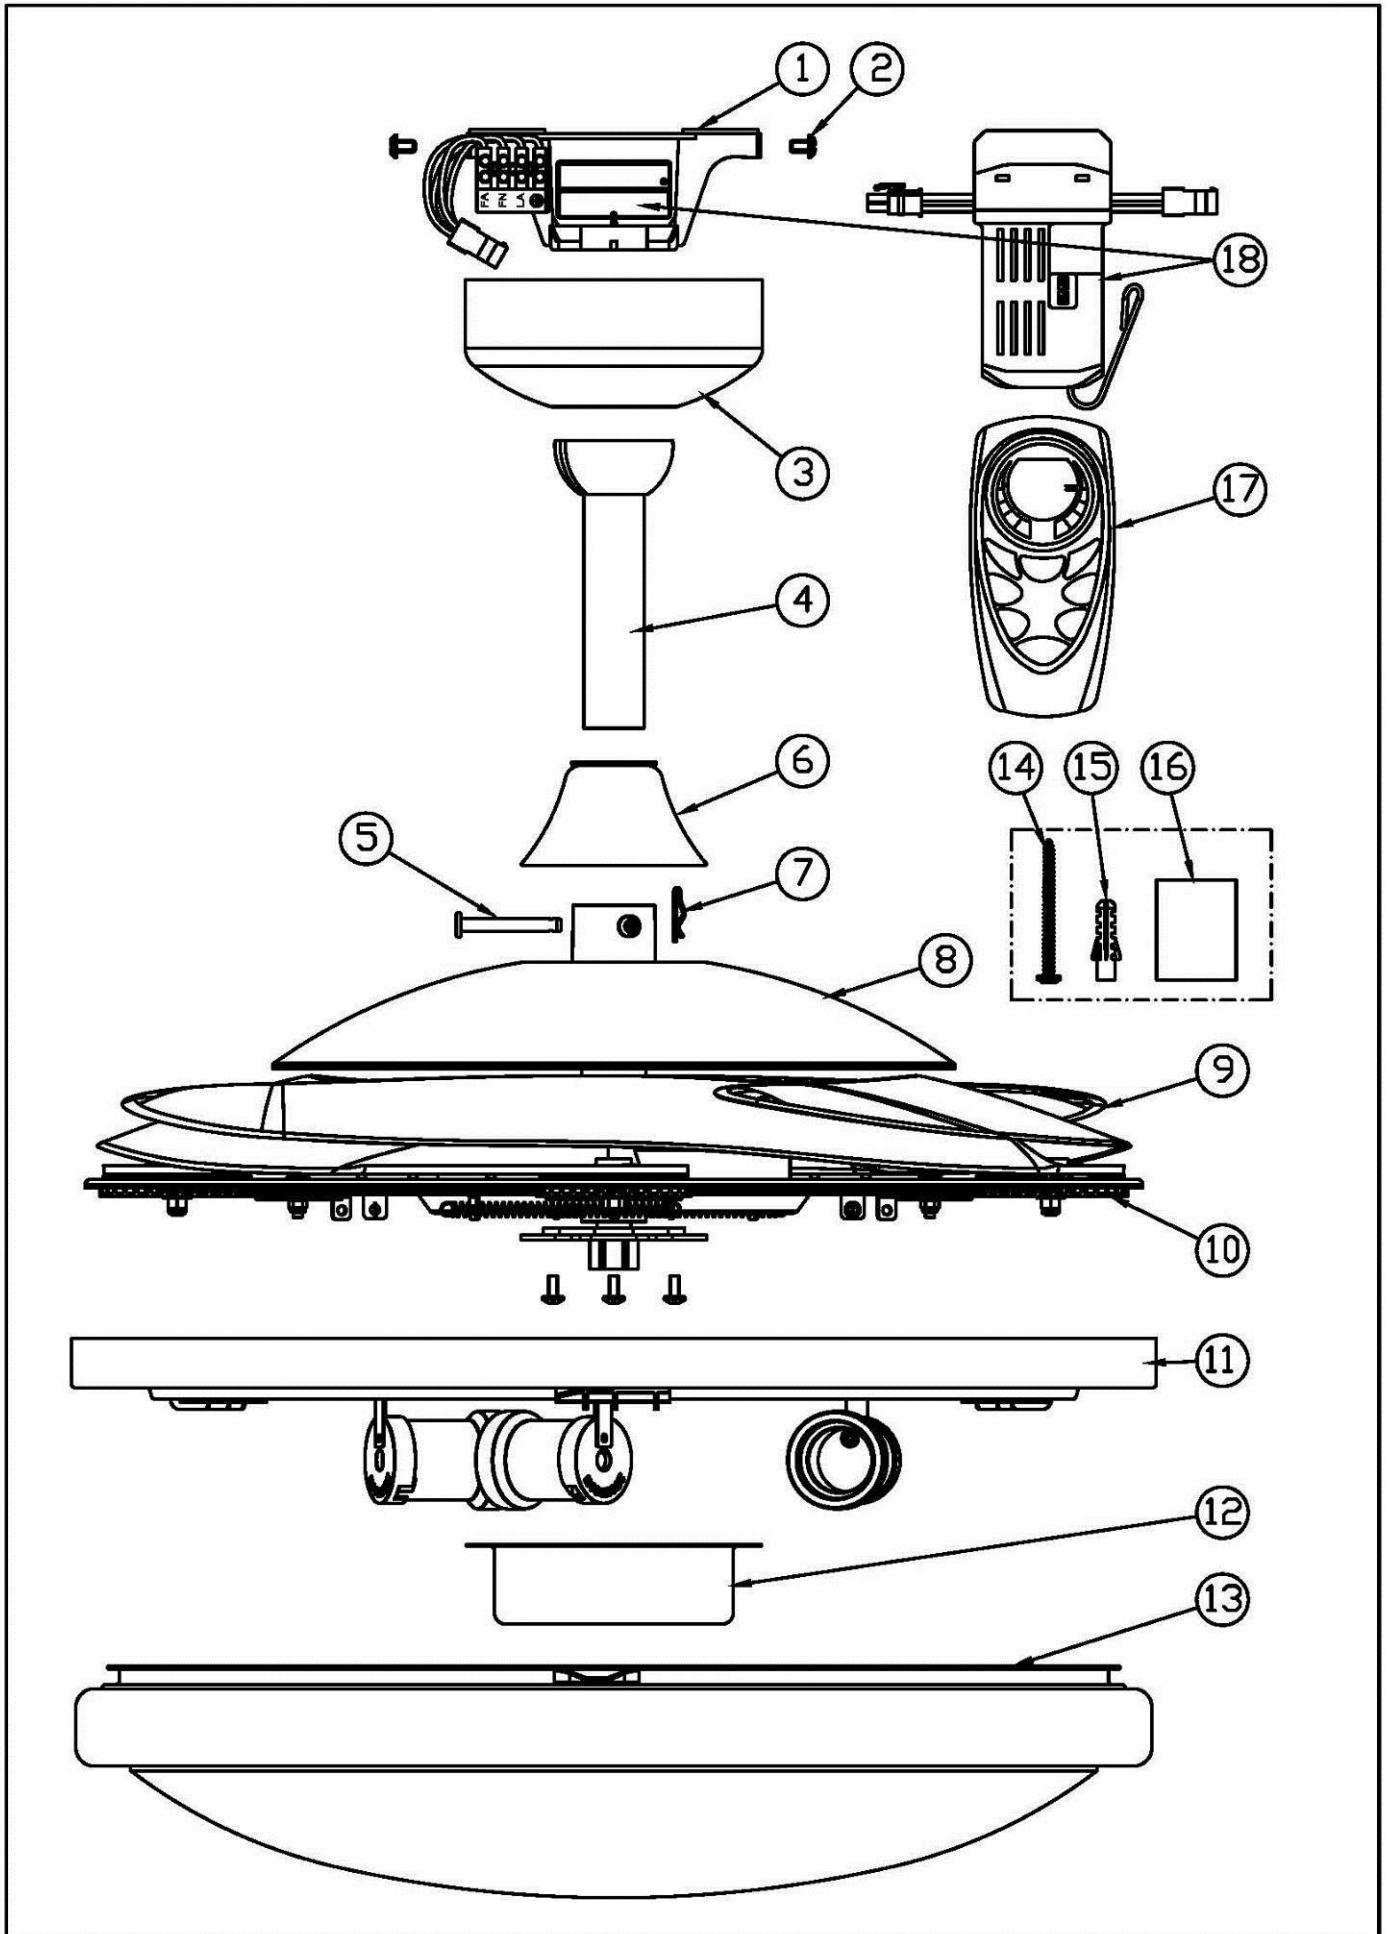

Abbildung 1
Packen Sie den Deckenventilator aus und verschaffen Sie sich einen Überblick über die Teile. Siehe **ABBILDUNG 1**.
- 1) Abdeckung zur Decke (Nr. 3 – Abbildung 1) durch Lockerung der 2 Schrauben mit Einkerbungen entfernen.
- 1) Das Hängerohr durch die Deckenabdeckung (Nr. 3 – Abbildung 1) und die Abdeckung für Bolzen und Sicherungsstift (Nr. 6 – Abbildung 1) führen.
- 3) Das Hängerohr (Nr. 4 – Abbildung 1) bis zur Spitze der Einheit einführen (Nr. 8 – Abbildung 1), die Löcher der Einheit auf die Löcher des Hängerohrs ausrichten und den Bolzen einführen (Nr. 5 – Abbildung 1). Dann den Sicherungsstift (Nr. 7 – Abbildung 1) auf das Bolzenende stecken.
- 2) Die Empfängereinheit für die Fernbedienung in die Deckenplatte einführen (Nr. 1 – Abbildung 1)
- 4) Dann die Abdeckung zur Decke (Nr. 3 – Abbildung 1) mittels der Schlitzlöcher auf die Deckenplatte schieben. Die 2 Löcher aufeinander ausrichten und dann die beiden anderen Schrauben einsetzen. Alle vier Schrauben festziehen.
Die Beleuchtungseinheit installieren, indem zunächst die Leuchten-Grundplatte (Nr. 11 – Abb. 1) fest an den Ventilator angeschraubt wird, dabei die Schrauben jedoch nicht überdrehen. Den Stecker mit der Buchse verbinden. Die Abdeckung (No. 12 – Abb. 1) auf der Leuchten-Grundplatte befestigen. Die Leuchtmittel eindrehen (nicht im Lieferumfang enthalten). Anschließend die Lichtkuppel durch Drehen im Uhrzeigersinn auf der Leuchten-Grundplatte anbringen.